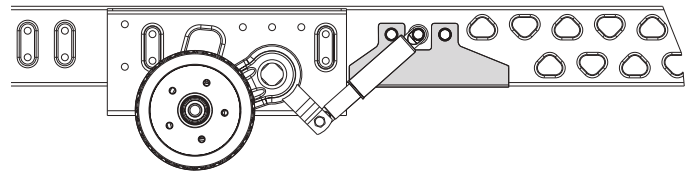

Fig. 14
- Convient aux caravanes jusqu'à 1500 kg avec châssis Knaus Tabbert / Dyonic AB3 avec une épaisseur du cadre inférieure à 2,8 mm (Fig. 14).